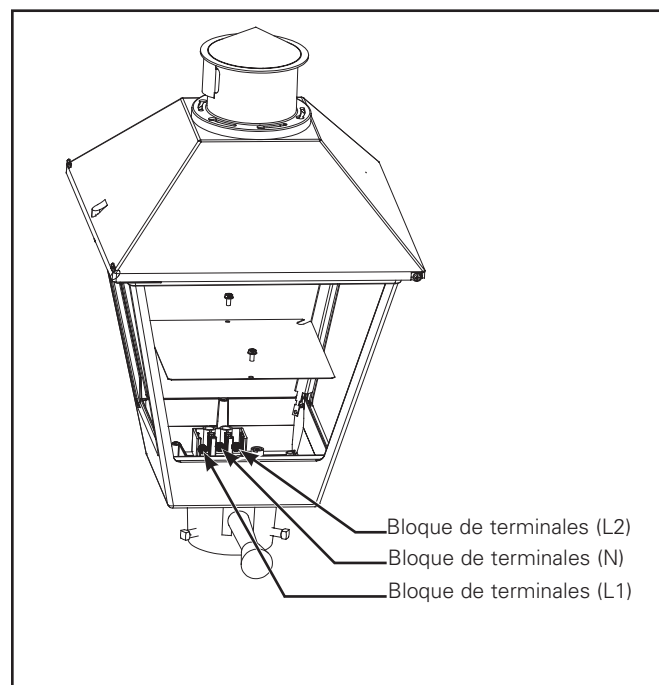

Figura 2.
3. Conecte los cables de servicio a la posición adecuada con el bloque de terminales. (Figura 2.)
6. Conecte los cables de servicio a la posición adecuada con el bloque de terminales. (Figura 2.)